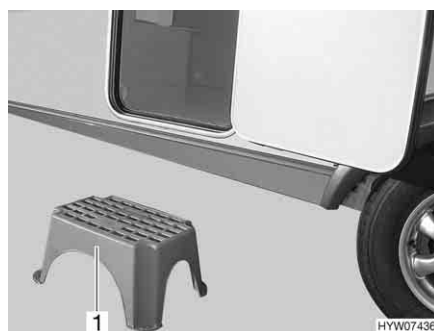

Bild 21 Fotsteg (fristående)
- Ställ fotsteget (Bild 21,1) framför husvagnens ingång.